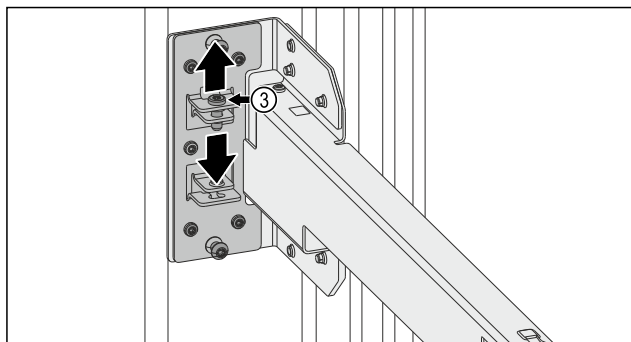

Fig. 15
- Allentare la vite Fig. 15 (3).
- Fissare la vite Fig. 15 (3).